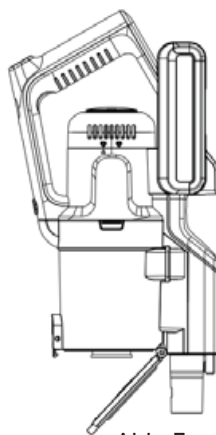

Abb. 7
1. Stelle den Staubbehälter über einen Mülleimer und drücke dann den Hebel an der Vorderseite des Behälters, um den Behälterboden zu öffnen (Abb. 7) und den Behälter zu entleeren. Klopfe den Behälter vorsichtig gegen die Seite des Mülleimers, um hartnäckigen Staub zu entfernen.